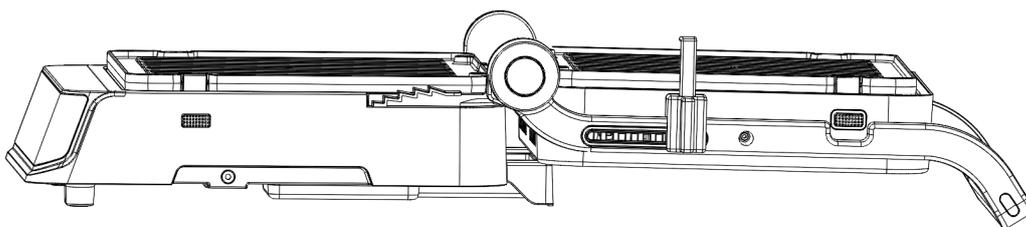

Рис. 5
4. В режиме барбекю 180°. В открытом вертикальном положении нажмите кнопку перевода в режим барбекю и одновременно опустите верхнюю часть гриля вниз, как показано на рис. 5.